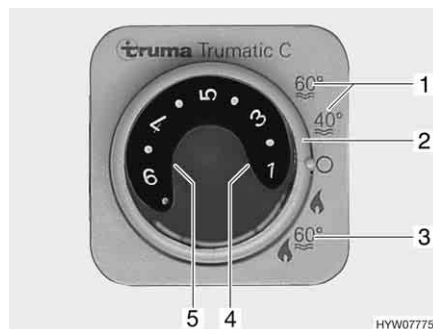
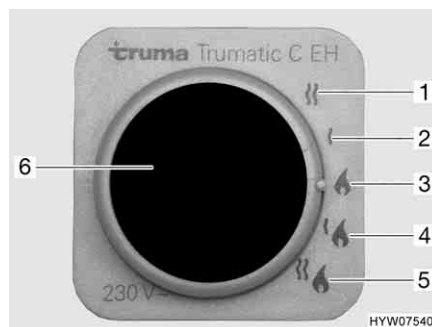

Fig. 170 Centralina di controllo per riscaldamento/boiler
Fig. 172 Selettore di energia per riscaldamento/boiler
Il boiler è integrato nel riscaldamento e funziona a gas (funzionamento a gas) o a gas o a corrente (funzionamento a gas e funzionamento elettrico a 230 V). Il boiler si accende dalla centralina di controllo (Fig. 170) con l'interruttore girevole (Fig. 170,2). Sul selettore di energia (Fig. 172) viene preselezionato il tipo di energia (funzionamento a gas e elettrico a 230 V).
Durante il funzionamento invernale "Riscaldamento e boiler" (Fig. 170,3), accendendo il riscaldamento è riscaldata automaticamente anche l'acqua nel boiler. Quando il riscaldamento si spegne al raggiungimento della temperatura ambiente desiderata, il boiler continua a riscaldare l'acqua, fino a quando questa raggiunge la temperatura impostata.
Durante il funzionamento estivo (Fig. 170,1) l'acqua è riscaldata soltanto nel boiler fino a 40 °C o 60 °C. L'acqua si riscalda a 60 °C in ca. 1 ora. La spia gialla di controllo (Fig. 170,5) si accende durante la fase di riscaldamento del boiler.
L'alimentazione di tensione per il riscaldamento/boiler e per la valvola di sicurezza/di scarico non può essere interrotta dall'interruttore principale a 12 V o tramite il pulsante a rotazione sull'E-Display. In caso di guasto si accende la spia rossa di controllo (Fig. 170,4) sulla centralina di controllo per il riscaldamento/boiler Trumatic C (vedi capitolo 14).
- Sulla centralina di controllo (Fig. 170) posizionare l'interruttore girevole (Fig. 170,2) su "Funzionamento estivo" (Fig. 170,1).
La spia gialla di controllo (Fig. 170,4) si accende durante la fase di riscaldamento. Al raggiungimento della temperatura dell'acqua desiderata, la fase di riscaldamento termina e la spia gialla di controllo si spegne.
- Sulla centralina di controllo (Fig. 170) posizionare l'interruttore girevole (Fig. 170,2) su "O".
- Funzionamento a gas (Fig. 172,3)
- Funzionamento elettrico a 230 V con gradi di potenza da 900 W (Fig. 172,2) oppure 1800 W (Fig. 172,1)
- Funzionamento a gas e funzionamento elettrico a 230 V (funzionamento misto) con gradi di potenza da 900 W (Fig. 172,4) oppure 1800 W (Fig. 172,5)
La combinazione funzionamento a gas e funzionamento elettrico a 230 V diminuisce il tempo di riscaldamento (è possibile solo se il boiler viene impostato sulla centralina di controllo (Fig. 170) su funzionamento invernale).
Se viene selezionato il funzionamento elettrico a 230 V, la spia gialla di controllo si accende (Fig. 172,6).